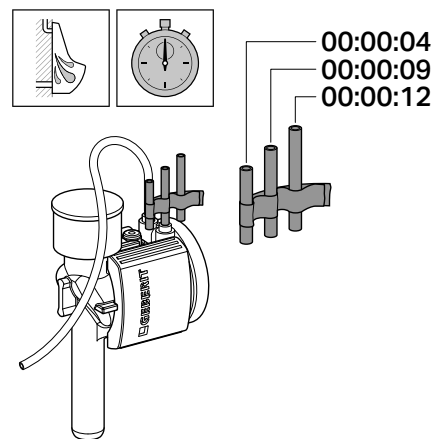

Abbildung 53:
Die Dauer der Spülung ist abhängig davon, welche Düse (5) aufgesetzt ist. Die Düsen haben verschiedene Luftwiderstände. Die durch den Unterdruck rückfließende Luft braucht dadurch unterschiedlich lange, bis das Ventil wieder schließt (→ siehe Abb. 53).